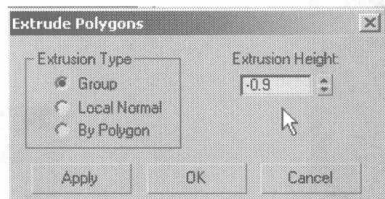

图 4.394
- 46** 不要取消对插入面的选择，在 Edit Polygons 卷展栏中单击 **Extrude** 右侧的小按钮，在弹出的对话框中设置挤压参数，如图 4.394 所示，然后再将面删除。